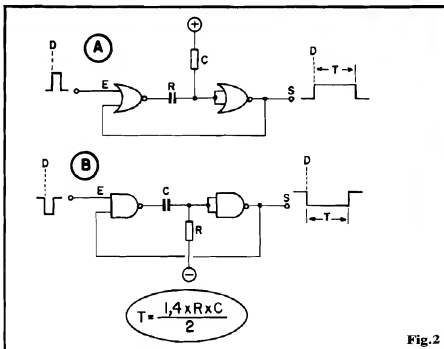

Fig.2
- FIG. 2-A - Estrutura do MONOESTÁVEL com gates NOR. O Temporizador é disparado pela transição "baixo/alto" do nível apostado à Entrada "E". A Saída "S", com o MONOESTÁVEL em repouso ("antes", ou "depois", portanto, do Período de Temporização...) fica em nível digital "baixo". No momento do disparo (D), a Saída "S" eleva-se instantaneamente para nível "alto", assim permanecendo por um Tempo "T" (dependente dos valores de R e C), ao fim do qual retorna à sua condição estável, "baixa"...
- FIG. 2-B - MONOESTÁVEL implementado com gates NAND. O disparo do Temporizador é feito
No MONOESTÁVEL (fig. 2) o cálculo do PERÍODO (Tempo, em segundos, que a sua Saída fica em estado oposto ao de repouso, após o disparo...) também é muito fácil, utilizando-se a fórmula:
Num exemplo prático, se o circuito mostrado na fig. 2-A tiver resistor e capacitor com valores respectivos de 1M5 e 10u, o cálculo ficará assim: